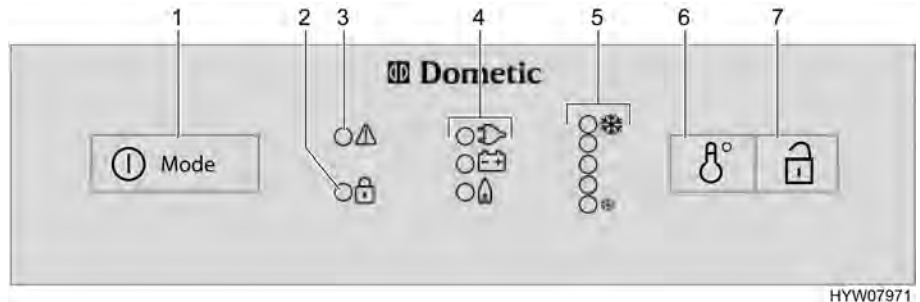

Bild 191 Reglage, knappar för kylskåpet (Dometic 8-serie med MES)
- Tryck på strömbrytaren/energiväljaren (Bild 191,1) i två sekunder för att starta apparaten. Lysdiod för senast valda driftläge tänds.
- Tryck eventuellt in strömbrytaren/energiväljaren (Bild 191,1) flera gånger tills driftindikatorn gas "🔥" tänds. Nu är gastillförseln öppen. Tändning sker automatiskt. Ett tickande ljud hörs tills tändningsproceduren är klar.
- Ställ in kyltemperaturen med brytaren för temperaturinställning (Bild 191,6).
- Tryck eventuellt in strömbrytaren/energiväljaren (Bild 191,1) flera gånger tills driftindikatorn 230 V "⚡" tänds.
- Tryck eventuellt in strömbrytaren/energiväljaren (Bild 191,1) flera gånger tills driftindikatorn 12 V "⚡" tänds.